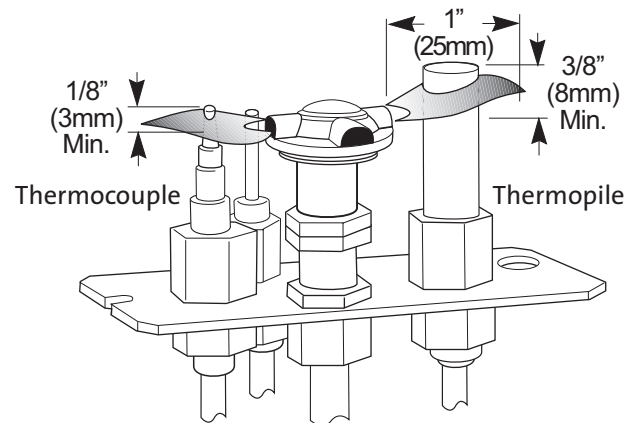

Figure 30. Apparence correcte des flammes de la veilleuse
1. Regardez sous le côté droit du poêle et desserrez l'écrou à oreilles situé le plus près de vous. Voir la fig. 30. Glissez la tige filetée vers l'avant pour ouvrir l'obturateur d'air, ou poussez-la vers l'arrière pour restreindre le débit d'air. Ajustez par de petits changements d'ouverture à chaque fois.